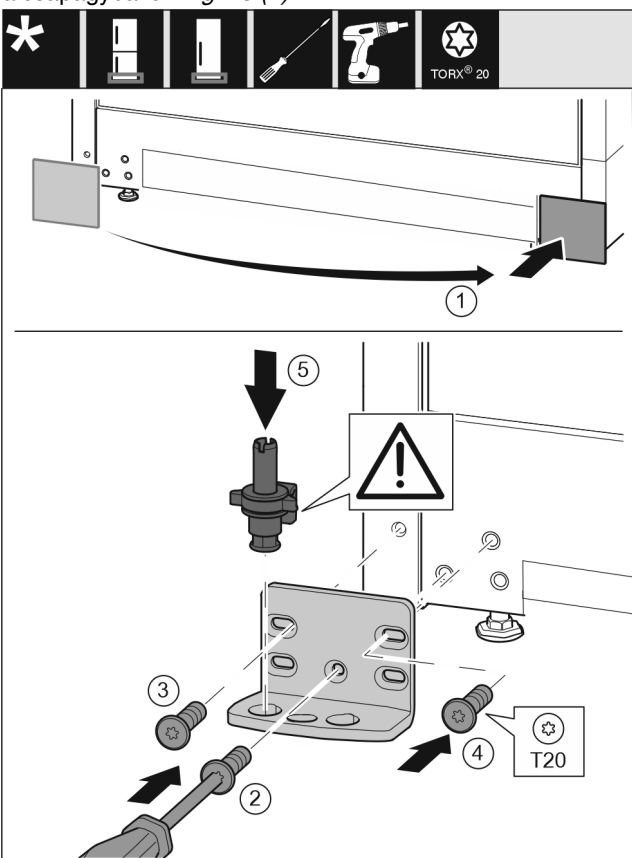

Fig. 16
- ▶ Vegye le a fedelet, és szerelje fel a másik oldalra. Fig. 16 (1)
- ▶ Helyezze fel a csapágybakot a másik oldalra, és húzza meg T20 csavarhúzóval. Alul középen a 2 számmal jelölt csavarral kezdjen. Fig. 16 (2)
- ▶ Húzza meg a 3 és 4 számmal jelölt csavart. Fig. 16 (3,4)
- ▶ Helyezze be teljesen a csapszeget. Közben ügyeljen arra, hogy a bekattanó bütyök hátrafelé mutasson. Fig. 16 (5)